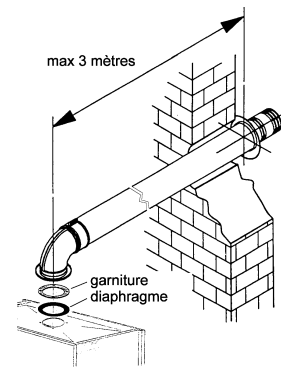

Fig. 2-8
- la longueur maximum est de 3 mètres (Fig. 2-8), ajoutant 2 rallonges le tube doit avoir une inclinaison vers le bas de 3% en sortie.
- Si le conduit d'évacuation coaxial est inférieur à 1 mètre, placer un diaphragme diam. 80 mm. Entre la garniture et la chambre étanche. Fig. 2-8.